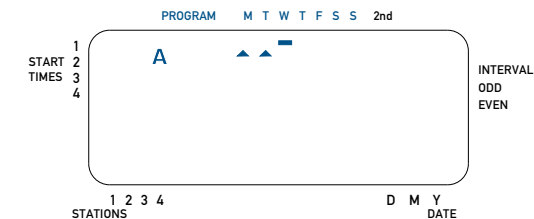

Figura 5: Display a cristalli liquidi con giorni dell'irrigazione
- Ruotare il quadrante circolare sulla posizione **DAYS OF WEEK (GIORNI DELLA SETTIMANA)**, nel "Programma A". Il display visualizzerà una "A" e il cursore lampeggerà sotto i giorni della settimana M, T, W, T, F, S, S, (lunedì, martedì, ecc.) [vedi Figura 5]
- Premere **ENTER (INVIO)** per attivare l'irrigazione il lunedì (Monday). Una freccia apparirà sotto la M (Monday, lunedì) e il cursore si sposterà su T (Tuesday, martedì). Premere **ENTER (INVIO)** per selezionare l'irrigazione il martedì o **NEXT (PROSSIMO)** per avanzare al giorno successivo. [vedi Figura 5] Ripetere questi passaggi per tutti i giorni della settimana